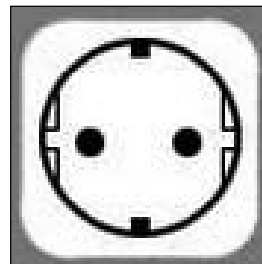

fig. 22 - prise Schuko
- une prise murale Schuko avec mise à la terre et une protection séparée (fig. 22);